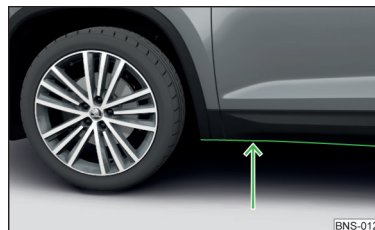

Fig. 261
- » Înainte de traversarea zonei inundate, stabiliți adâncimea apei. Nivelul apei poate să ajungă maxim până la marginea inferioară a pragului » fig. 261.